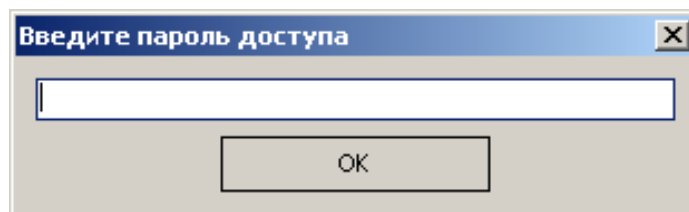

Рисунок 27
5) нажать кнопку «Прошить». Перед Вами появится окно (Рисунок 27):